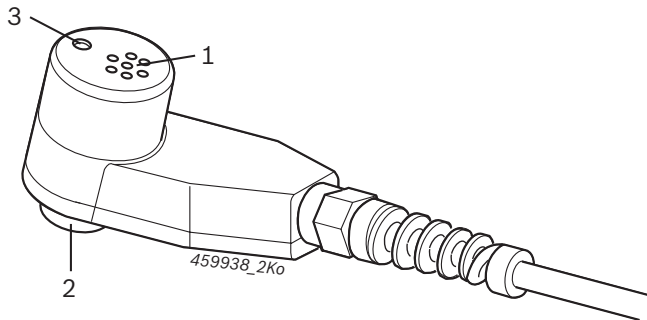

Fig. 2: Kombisensor
! Ved BEA 030, BEA 055, BEA 060 eller BEA 065 kan der kun etableres forbindelse til BEA 040 via forbindelseskabel 1 684 463 810 (ekstraudstyr). I dette tilfælde forsynes BEA 040 via forbindelsesledning 1 684 463 810 af BEA 030, BEA 055, BEA 060 eller BEA 065, og netdelen (fig. 2, pos. 4) **må ikke** tilsluttes.